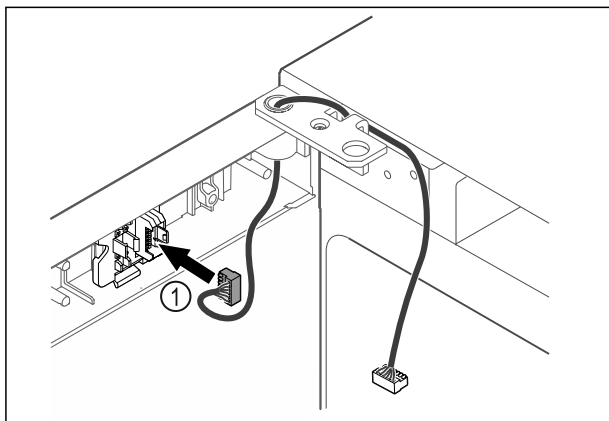

Fig. 37
- Zasuňte zástrčku Fig. 37 (1) do držáku zástrčky.